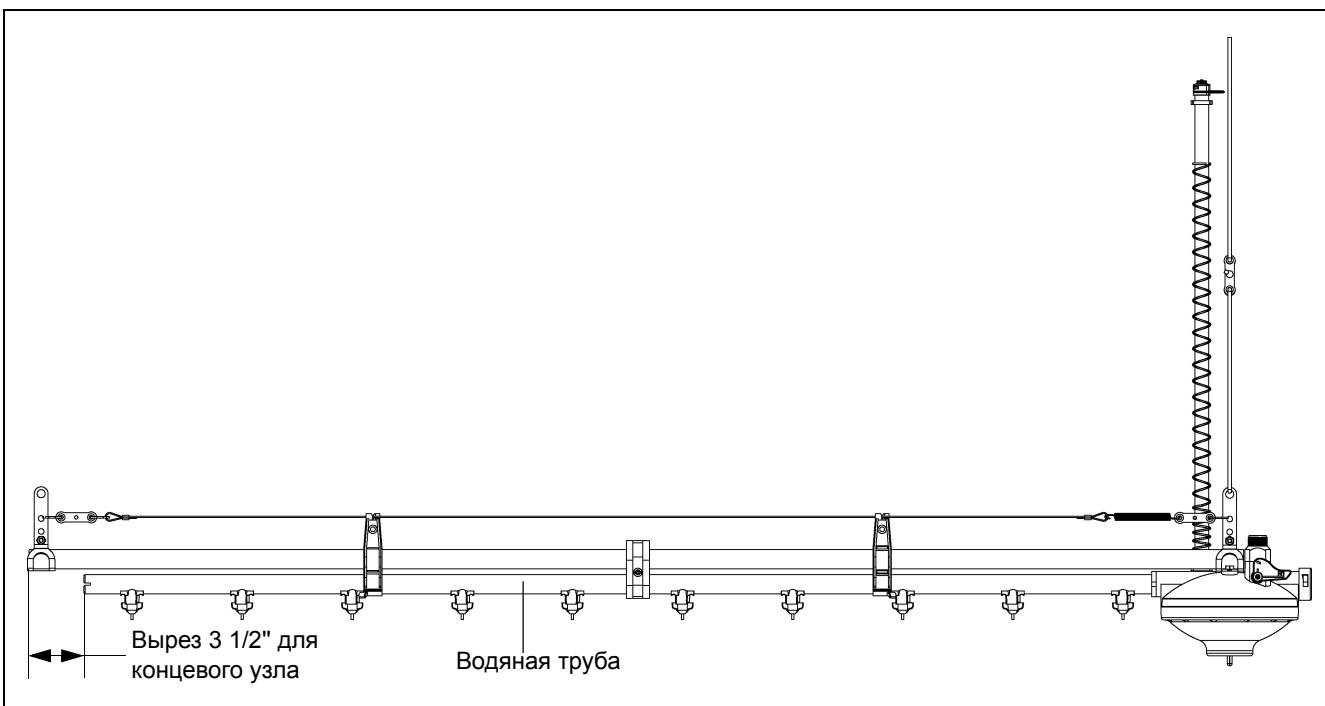

Рисунок 6I
6. Установите последнюю часть водяной трубы и отмерьте назад  $3\frac{1}{2}$ " от опорной трубы и сделайте отметку на трубе. Снимите трубу и отрежьте по метке. Вновь установите ее. Это обеспечит пространство для концевого узла. (*См. Рисунок 6I.*)